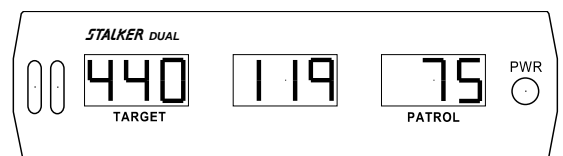

Fig 28
4. La vitesse Calculée sera affichée sur la fenêtre de patrouille. La Fig. 28 est un exemple d'une zone de mesure de 440 mètres avec un intervalle de temps mesuré de 11,9 secondes et une vitesse calculée de 133 km/h.